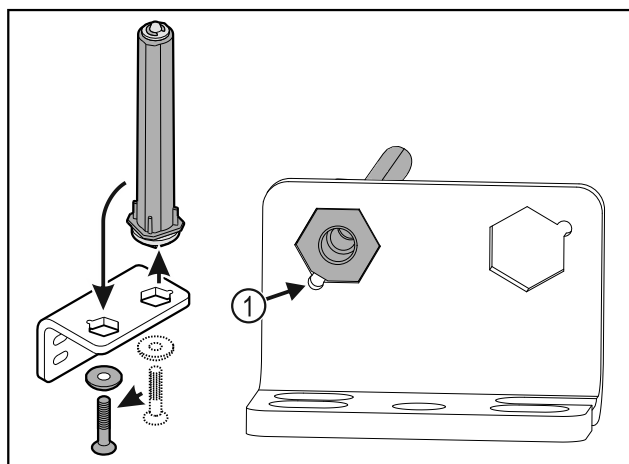

Fig. 26
- ▶ Vær derved opmærksom på, at boltens affasning Fig. 26 (1) peger mod det runde hul under isætningen.